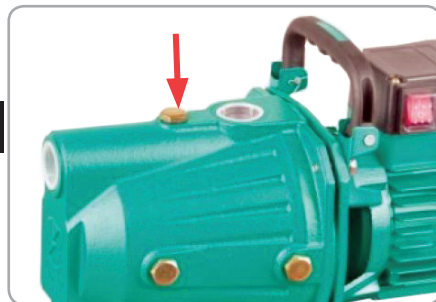

Fig.14
- Se desface supapa de aerisire a pompei (Fig.3, poz.2), aflată în partea superioară (Fig.14).